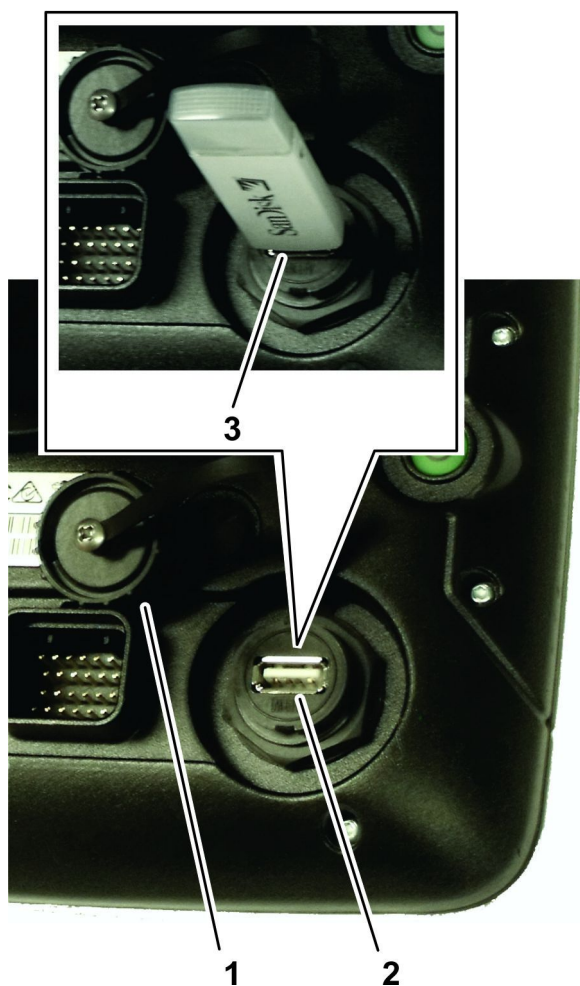

图 88
1. 从位于电源按钮下方的 USB 端口上取下盖子 图 88。
2. 将 USB 存储器插入 USB 插座 图 88。